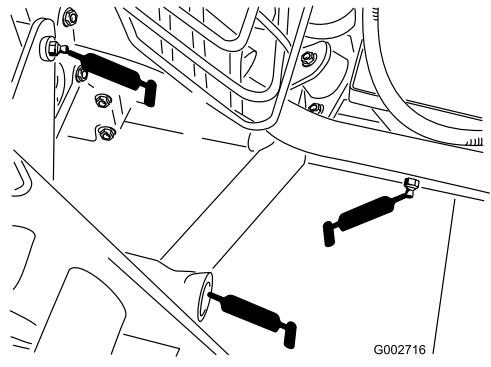

Figura 23
- Punto de enganche trasero (5) (Figura 23)